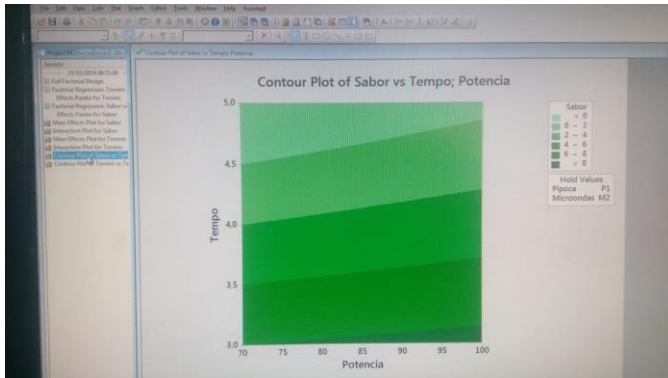

Figura 20 – Gráfico de “Sabor” em relação a Tempo e Potência, fixados Pipoca P1 e Microondas M2.
20- Fazendo de forma análoga os passos descritos nos itens (17) e (18) acima para “Sabor” teremos o Gráfico mostrado na Figura 20 abaixo. Nota-se que aumentando o tempo a nota do “Sabor” diminui muito, mas mantendo-se o tempo, a variação da Potência influencia pouco tendendo a piorar a nota do “Sabor”.